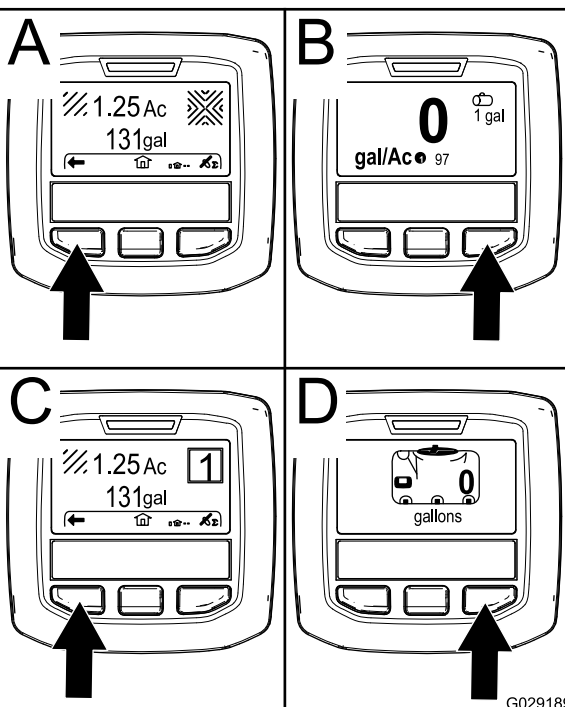

Figura 51
- Botón de selección derecho: **Área total fumigada** (Figura 51, A)
- Botón de selección derecho: **Caudal de aplicación** (Figura 51, B)